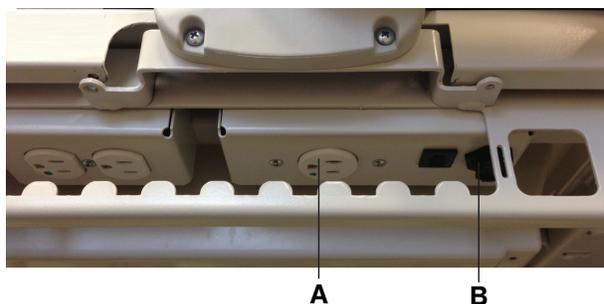

Figure 35 : Prise du connecteur de matelas auxiliaire
2. Raccorder le câble d'intégration de la surface de soutien au connecteur de matelas auxiliaire (B) (Figure 35 à la page 59).
3. Brancher le cordon d'alimentation de la surface de soutien sur la prise du connecteur de matelas auxiliaire (A) (Figure 35 à la page 59).